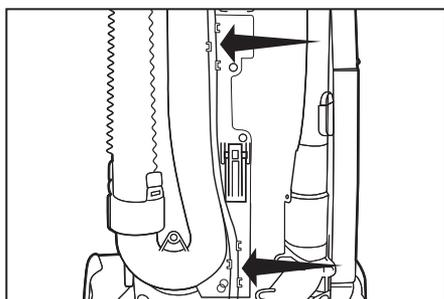

Fig. 2
- Enrosque el cordón a través de las dos guías del cordón en la parte posterior del vacío (Fig. 2). Modelo R25S only.